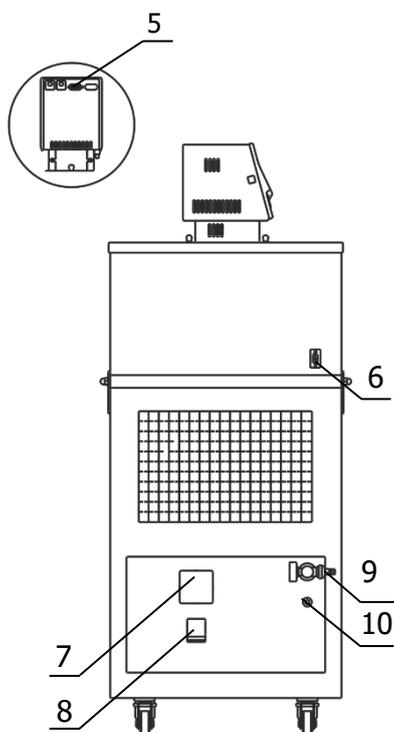

Рисунок 4 — Боковая панель термостата
2.2.6 К переливному штуцеру 10 (рисунок 4) присоединить гибкий шланг, второй конец которого опустить в емкость для сбора излишков теплоносителя объемом 1.5–2 литра.
2.2.8 Вставить вилку сетевого кабеля блока регулирования в розетку 7 (рисунок 4). Соединить кабелем из комплекта поставки блок регулирования (разъем 5) и холодильную машину (разъем 6). Сетевой кабель термостата подключить к питающей сети. Для этого в лабораторном помещении должна быть установлена электрическая розетка из комплекта поставки термостата.
2.2.9 Автоматический выключатель 8 (рисунок 4) перевести в положение «включено».
2.2.10 При первом запуске термостата необходимо включить блок регулирования в режиме прокачки в соответствии с документом ТКЛШ 3.222.009-11 РЭ «Блоки регулирования температуры погружные циркуляционные М11, М11М серии МАСТЕР». При работе циркуляционного уровня теплоносителя в рабочей ванне поднимется и теплоноситель начинает равномерно переливаться в дополнительную ванну. При этом уровень теплоносителя в основной ванне падает, что может привести к срабатыванию защиты от недостаточного уровня теплоносителя. Доливать теплоноситель следует до момента начала слива из переливного штуцера 10 (рисунок 4).
2.3.3 При работе термостатов на температурах, близких к нижней границе диапазона воспроизводимых температур необходимо доливать теплоноситель до момента слива из переливного штуцера 10 (рисунок 4) при его охлаждении на каждые 10 °С.
- на короткое время перевести автоматический выключатель 8 (рисунок 4) в положение «выключено»;
2.4.4 Для повторного запуска холодильной машины после наступления аварийной ситуации необходимо отключить питание термостата, для этого перевести автоматический выключатель 8 (рисунок 4) в положение «выключено».
2.5.2 Надеть сливной шланг из комплекта поставки на кран 9 (рисунок 4) и закрепить его хомутом. Свободный конец шланга опустить в емкость для сбора теплоносителя объемом, превышающим объем термостата.